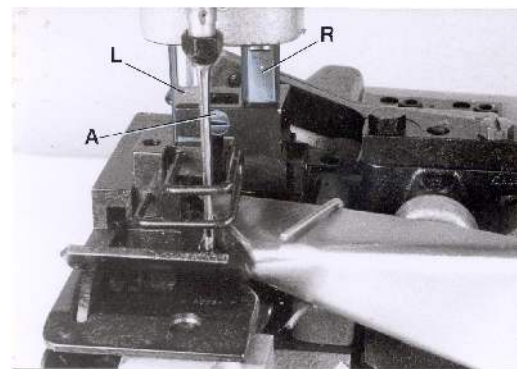

Fig. 10
Styles 80800TL, TAL, U, UA, UL and UAL have a two-piece presser foot. Insert the right presser foot part on the pivot of the right presser bar (R, Fig. 10) and align the flats on the left presser bar (L, Fig. 10) to the guide fork of the presser foot shank. The flats on the left presser bar should slide freely in the fork, this can be adjusted with screw (A). Secure this setting with the lock nut. Now insert the left presser foot part on the pivot of the left presser bar (L) and align it with needle slot and feeler slot to the throat plate. Tighten set screws in both presser foot shanks.
Die Maschinen 80800TL, TAL, U, UA, UL, and UAL haben einen zwei-teiligen Drückfuß. Schieben Sie das rechte Drückfußteil auf den Zapfen der rechten Drückfußstange (L, Fig. 10) und richten Sie die Flächen auf der linken Drückfußstange (L, Fig. 10) nach der Führungsgabel der Drückfußnabe aus. Die Flächen der linken Drückfußstange müssen in der Gabel leicht gleiten können, dies kann mit der Schraube (A) eingestellt werden. Sichern Sie die Einstellung mit der Kontermutter. Nun schieben Sie das linke Drückfußteil auf den Zapfen der linken Drückfußstange (L) und richten es mit Stichloch und Tasterschlitz zur Stichplatte aus. Ziehen Sie die Gewindestifte in beiden Drückfußnaben an.